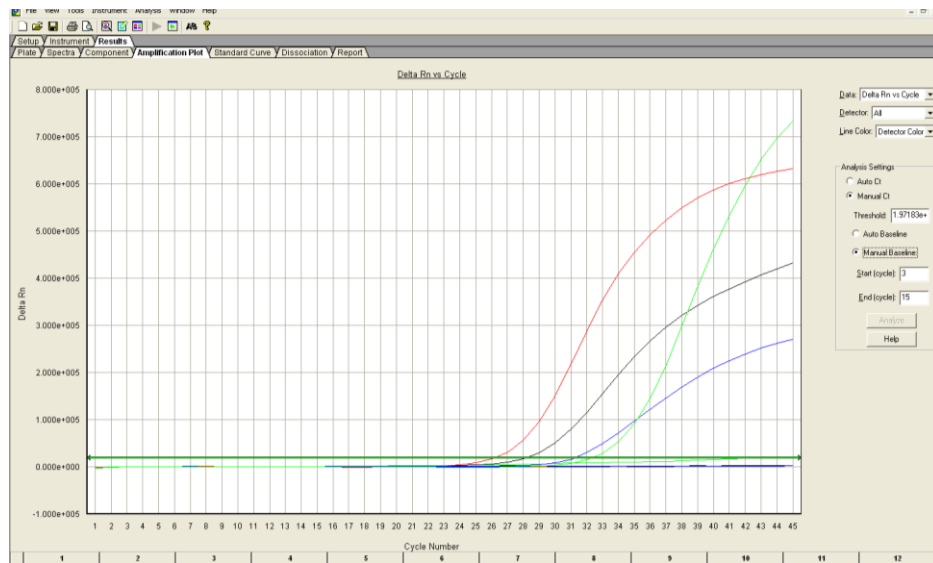

Figura 11.- Forma lineal de las curvas sigmoideas de amplificación, controles negativos y controles positivos.
- Posteriormente se cambia la escala de las curvas de amplificación las cuales se encuentran en escala logarítmica a escala lineal, con la finalidad de evidenciar de mejor forma las curvas sigmoideas de amplificación. Esto se realiza haciendo doble clic en el eje de las “y”, o en el eje de **Delta Run**, aparece inmediatamente un cuadro con el nombre de **Graph Settings** (ajuste de la gráfica), en este cuadro deberemos de localizar la parte nombrada como **Post Run Settings** (ajuste post-corrida), en esta opción se observa el parámetro llamado **Y-Axis** y la opción de **Log** que se encuentra activada. Para poder observar las curvas sigmoideas de amplificación es necesario activar la opción **Linear** la cual está arriba de la opción **Log**, dando clic en esta opción, posterior a este paso, hacer clic en el botón de **Apply** (aplicar), el cual se encuentra en la parte inferior del cuadro, después se hará clic en el botón de **OK** el cual se encuentra igualmente en la parte inferior del cuadro. Los gráficos de forma sigmoidea se observan en la figura 11.